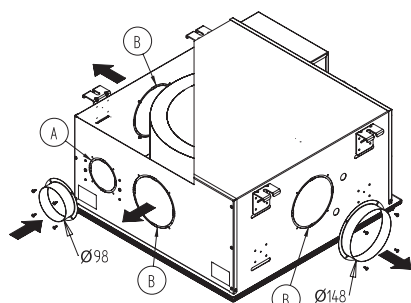

Fig. 25a - ESTUCS600, ESTUCS/M 600
Le ventilateur-convecteur à cassette ESTUCS600 et ESTUCS900 sont pourvus de trois prétranches pour le refoulement de l'air dans une pièce contiguë avec diam. = 150 mm (voir point B) et d'une prétranche pour la prise d'air extérieure avec diam. = 100 mm (pas présents dans le modèles ESTUCS/H 600 et ESTUCS/HM 600). Voir point A Fig. 25a et b.
- 1 collier diam. = 98 mm pour la prise d'air extérieur: l'air extérieur entre par ce trou et passe dans un interstice à l'intérieur du plenum d'aspiration en sortant des ouvertures qui se trouvent aux 4 côtés du plenum même en se mélangeant parfaitement avec l'air intérieur. Ce système évite l'acheminement direct de l'air extérieur aux sorties de refoulement. En amont de la prise d'air, on doit prévoir un filtre et/ou un volet (dans le cas où il y ait la possibilité de l'entrée de l'air à basse température). Dans le cas de connection de la prise d'air on doit ouvrir le passage sur le cadre en plastique (Fig. 25a, 25b point A);